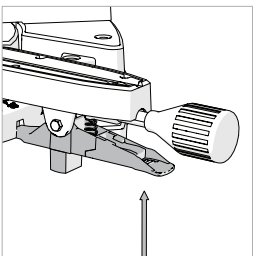

Fig. 31
- Tire hacia arriba de la palanca de ajustes prefijados. **(Fig. 31)**